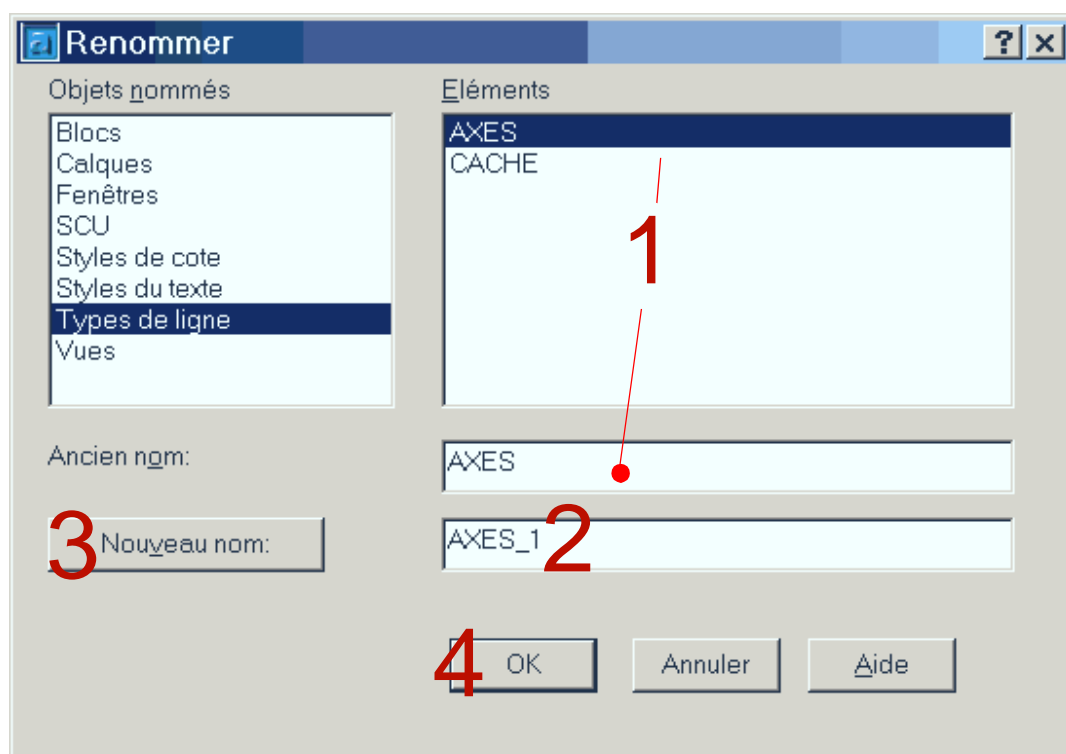

FIGURE 8
- 1 - En utilisant la commande **RENOMMER** ou **_RENAME** qui ouvre la boîte de dialogue (**Figure 8**) permettant de renommer des noms de types de lignes en autres.